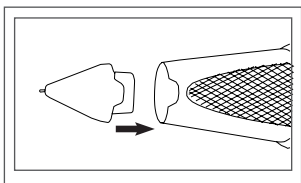
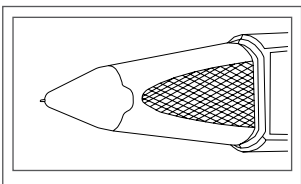

图 1.08
图 1.09
2. 为了要插入新的探头，请按图 1.08 所示定位探头，然后将其滑入主体以磁性固定，如图 1.09 所示。